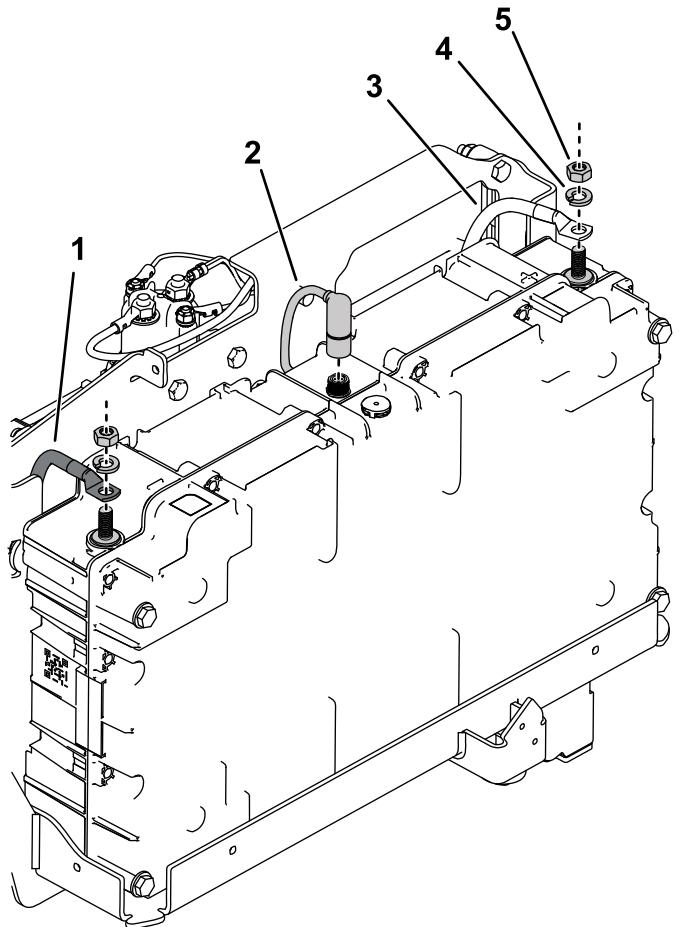

**Bild 8**
- Setzen Sie den Akku in die Akkuplattform ein und montieren Sie die Teile wie unter **Bild 8** dargestellt.